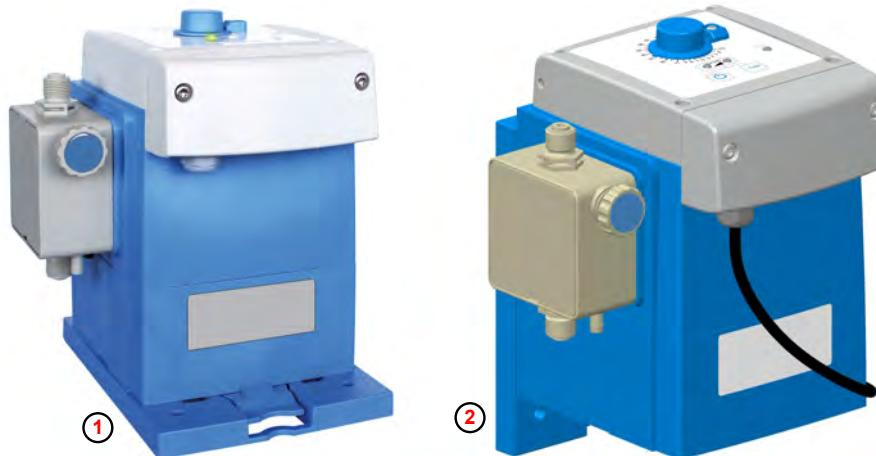

Fig. 3: Montage sur table et montage mural
① Montage sur table
② Montage mural
La pompe peut être montée aussi bien debout (par exemple sur une console ou sur le réservoir de produit à doser) (Fig. 3 , ①) que suspendue sur un mur ② à l'aide de la plaque de montage.